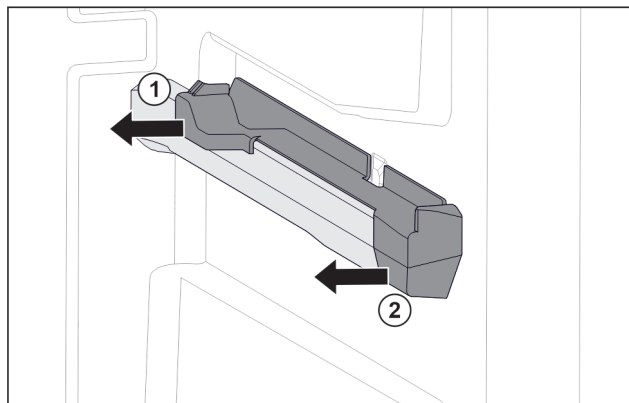

Fig. 130 Aufsteckteil auf der rechten Behälterrippe
- Aufsteckteil hinten zur Seite abziehen. Fig. 130 (1)
- Aufsteckteil vorne zur Seite abziehen. Fig. 130 (2)